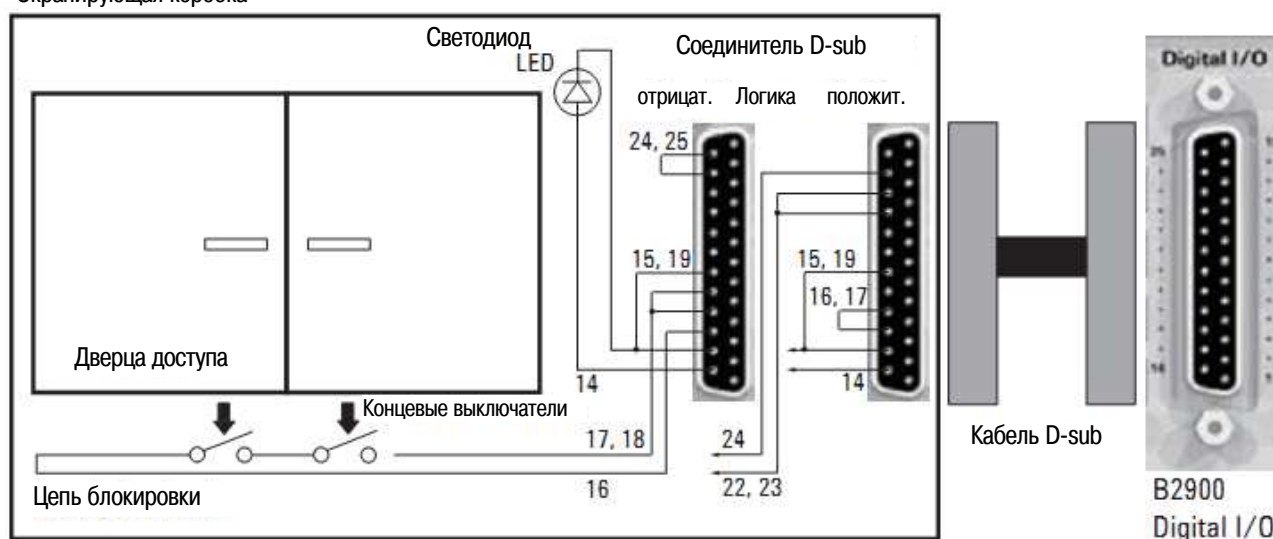

Рис. 3-10 Цепь блокировки
Цепь блокировки представляет собой простую электрическую цепь, как показано на рис. 3-10. Эта цепь размыкается, когда открывается дверца доступа, и замыкается, когда закрывается дверца доступа.
4. Соедините проволочными перемычками указанные ниже контактные выводы этого соединителя. Пример соединений показан на рис. 3-10.